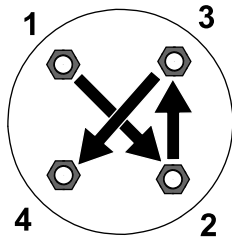

Рисунок 11
3. Затяните зажимные гайки колес (в перекрестном порядке, как показано на Рисунок 11) с моментом от 108 до 122 Н·м.